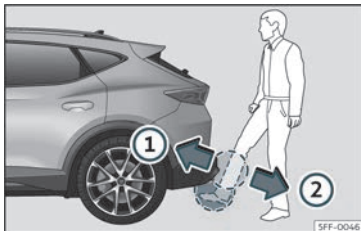

Fig. 80 Porta da bagageira com abertura controlada por sensor (Easy Open)
»» **Fig. 80 ①.**
»» **Fig. 80 ②.** A porta da bagageira abre-se automaticamente.